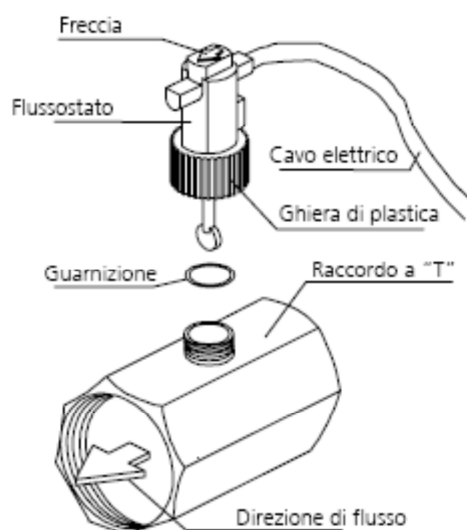

Fig. 5
- S'il est nécessaire de démonter le fluxostat, dévisser la bague en plastique. Au moment de remonter le fluxostat, remplacer la bague d'étanchéité entre le raccord métallique et la partie en plastique (voir la figure 5).